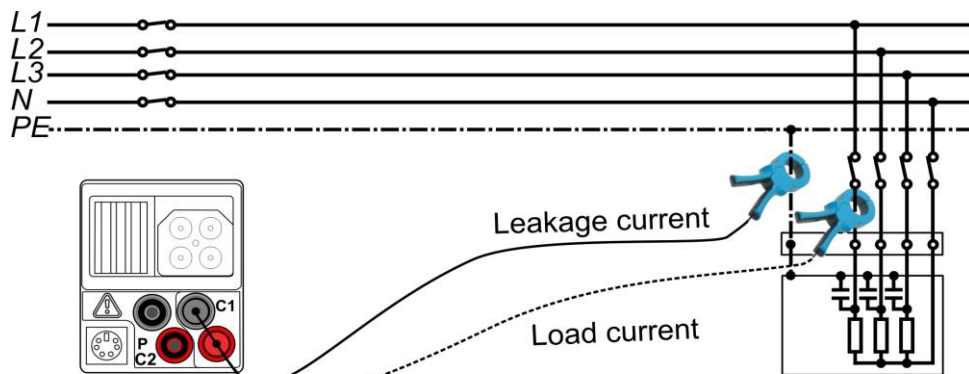

Abbildung 7.9: Ableitstrom- und Laststrommessungen
- Schließen** Sie die Prüflitungen am Prüfling an (siehe Abbildung 7.9).